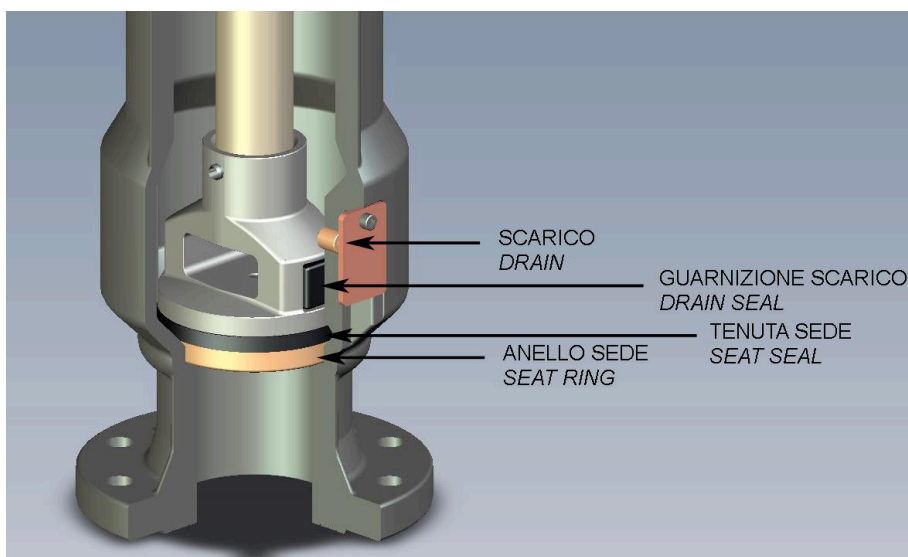

Fig. 5
**Informazione importante in merito alla tenuta dell'idrante (vedere fig.5).**
**Important remark about hydrant tightness (see fig.5).**